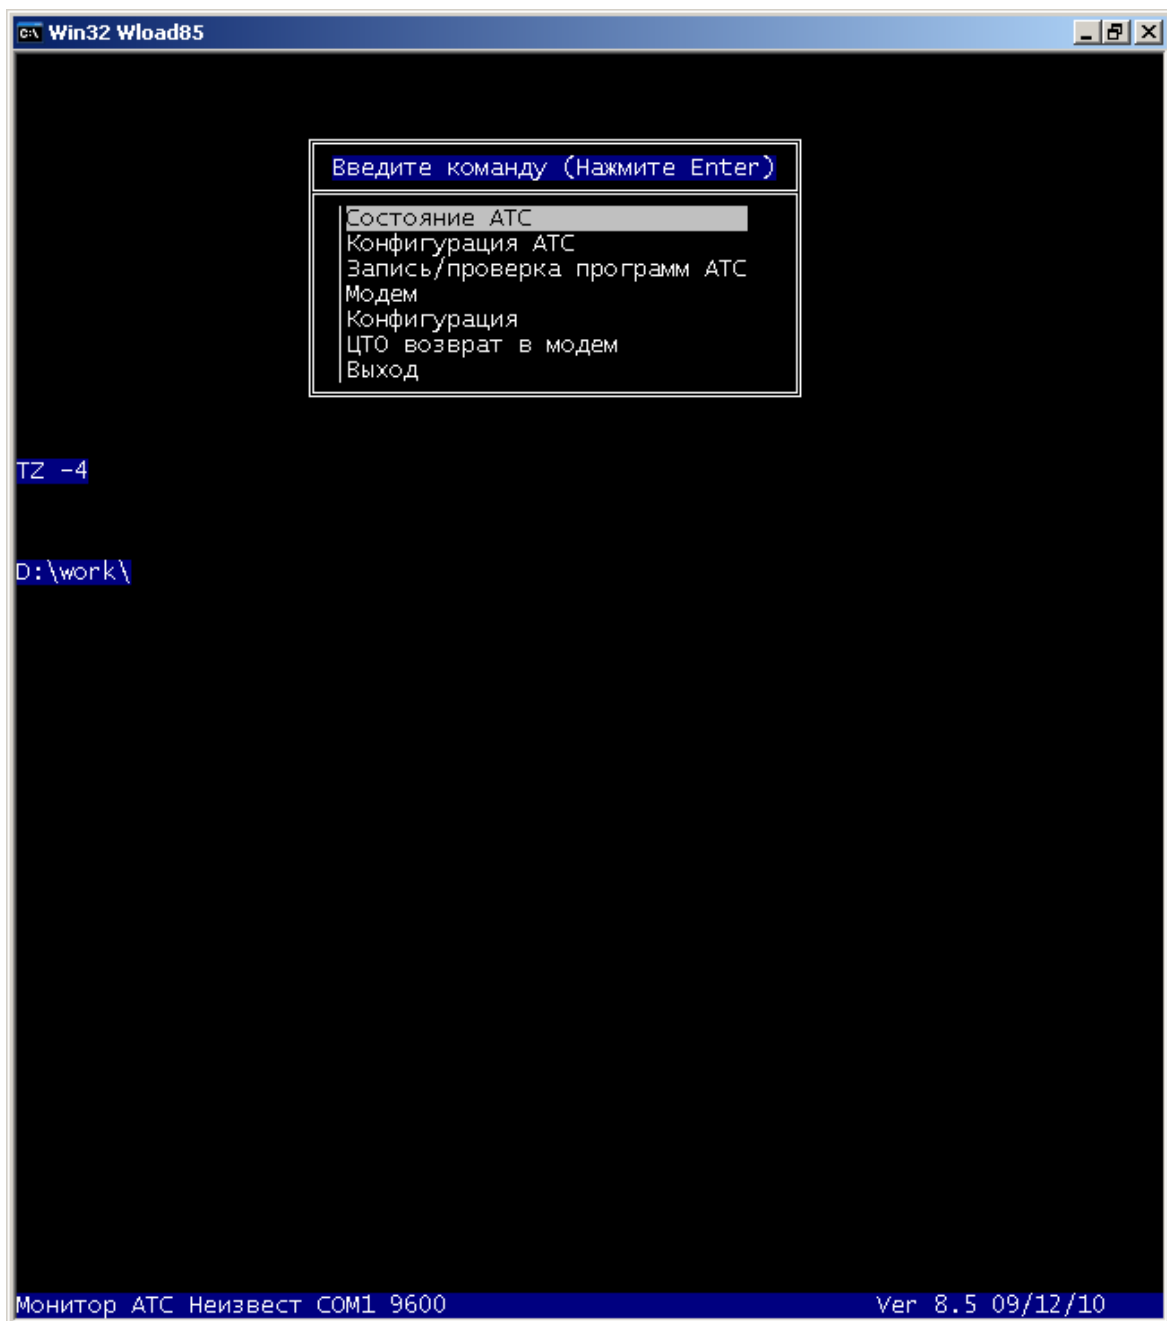

Рисунок 4.1
При запуске программы **Wload85** отображается ее основное меню (см. рисунок 4.1).
4.2.2.2 В процессе эксплуатации иногда возникает необходимость обновить ПО в ЭМ, для этого в основном меню программы **Wload85** (см. рисунок 4.1) необходимо выбрать пункт **Запись/проверка программ АТС**. При этом подключение к оборудованию должно быть только по СОМ-порту.